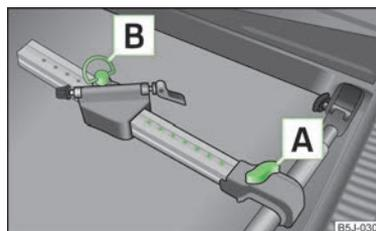

Fig. 54
- Extraer el tornillo **[A]** » fig. 54 un poco y deslizar el larguero (pieza de aluminio) hacia el travesaño hasta que el soporte encastre.
- Aflojar el tornillo **A** » fig. 54 de la página 60 y deslizar el portabicicletas junto con la bicicleta sujeta hacia la izquierda de modo de que el manillar no toque la ventanilla lateral del maletero.